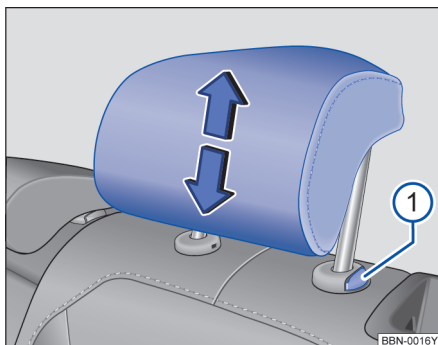

图 75 调整后排头枕
- 按住按钮→图 75①，同时沿箭头方向上推或下压头枕即可将头枕调整至合适高度。